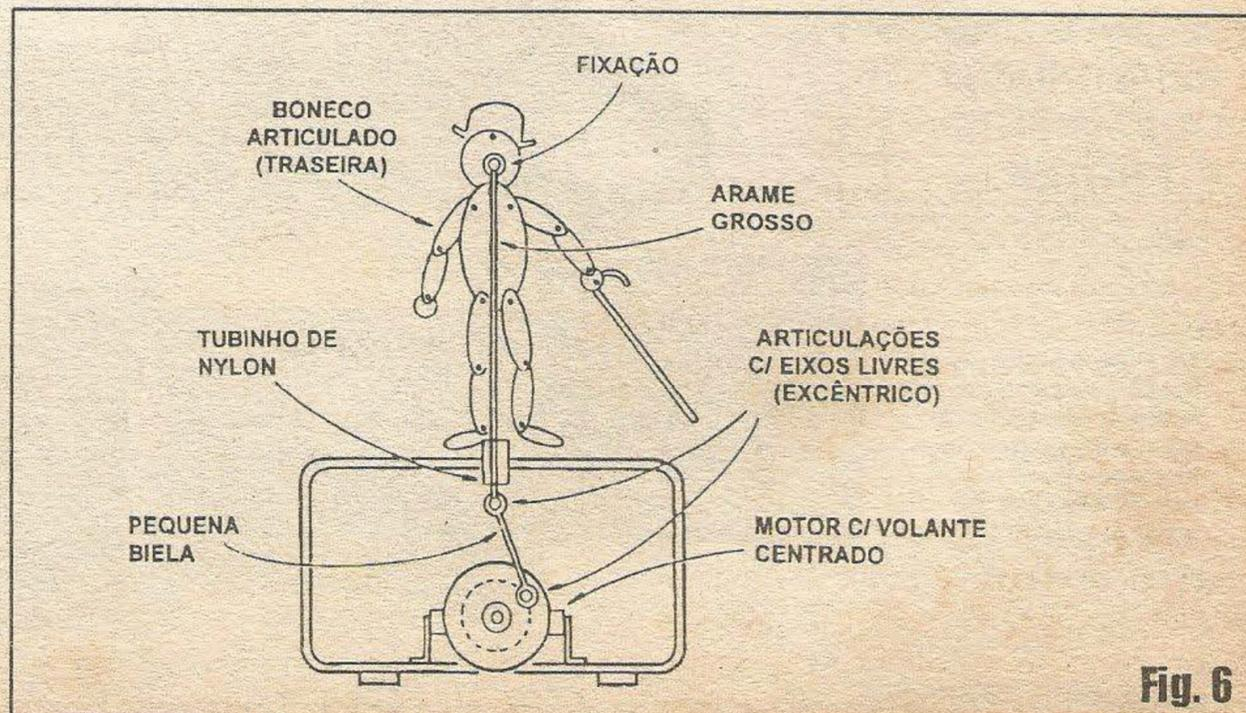

Fig. 6
- FIG. 6 - OUTRA OPÇÃO PARA A MANIFESTAÇÃO ATIVA DO TREMELIK... - Quem quiser algo mais sofisticado ou mais *artístico*, poderá desenvolver mecanicamente a idéia sugerida no diagrama... Nela, um pequeno boneco articulado (pequenos eixos posicionados de modo a permitirem livre movimento de *braços* e *pernas*, pelo menos...) deve se feito, colocado sobre a caixa que contém o circuito, pilhas e motorzinho. Um